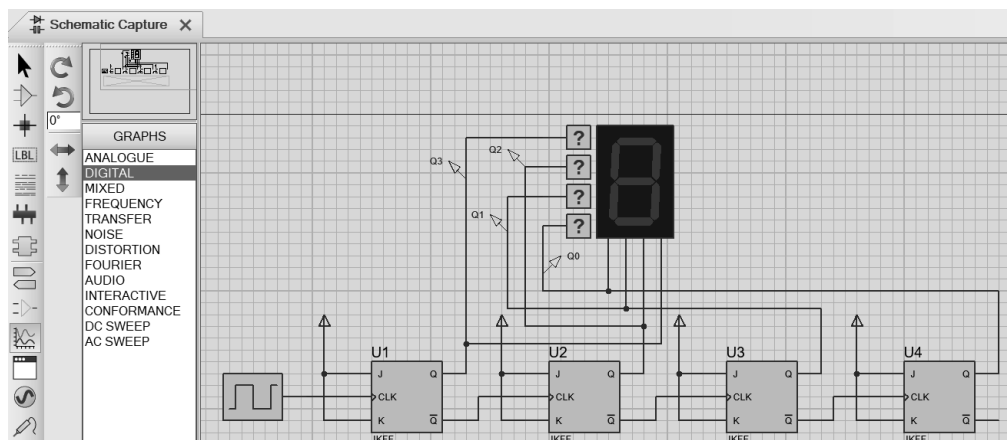

图 1-55 加上逻辑探针后的图形
(1) 把电压探针接在被测点。选择左侧工具栏的探针(Probe Mode)图标,在对象列表区显示有三种工具可选,前两个分别为电压(VOTAGE)和电流(CURRENT)探针;选中电压探针,在绘图区分别连接到四个触发器的输出 $\bar{Q}$ 端,把鼠标指针移动到要连接的线上,自动捕捉连线后单击即连接上(可通过右键菜单水平镜像),电压探针分别命名为Q0、Q1、Q2和Q3(双击电压探针可更名),如图1-55所示。电流探针是为了测电线上的电流值,用于模拟电路,圆圈内的箭头要求必须与导线平行,本例暂不用。